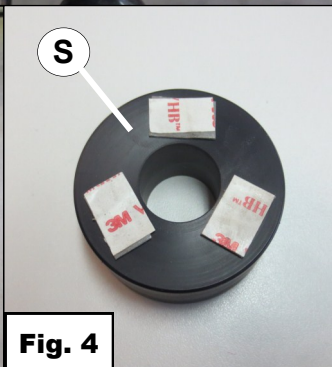

Fig. 4
6. Coloque el pequeño disco sintético **S**, incluido en la entrega, directamente encima del émbolo del amortiguador que se encuentra. *Ver Fig. 4 & 5.*